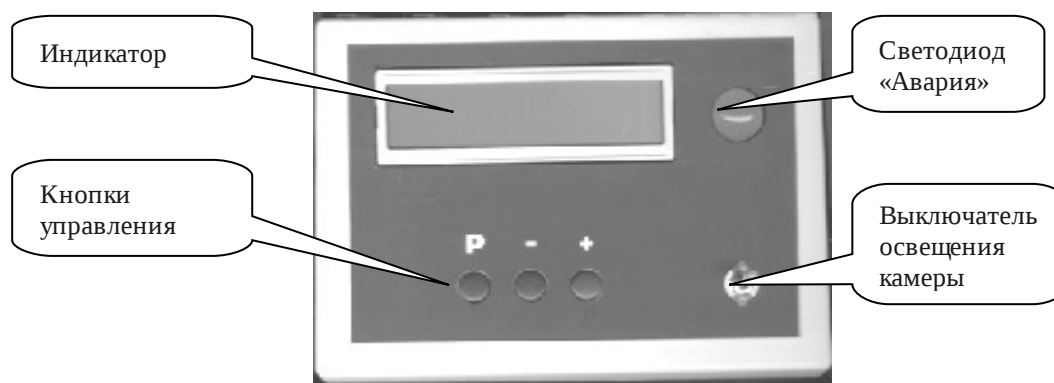
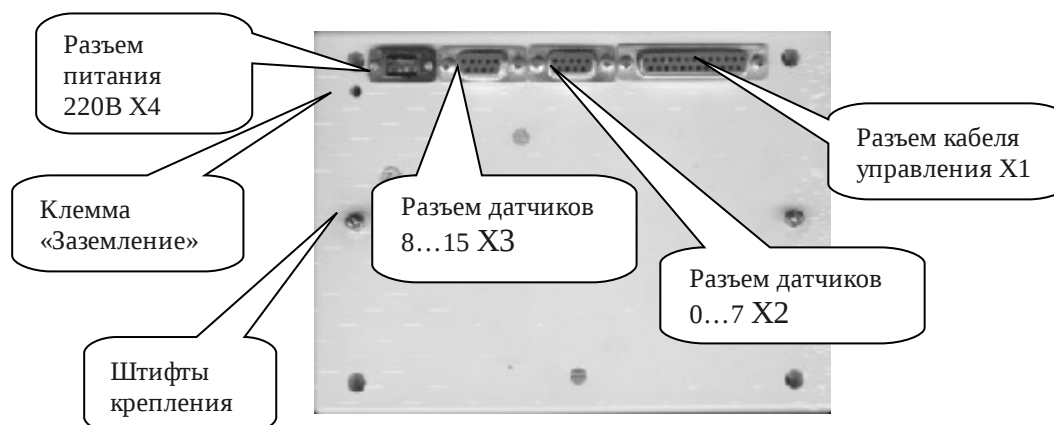

Рисунок 1. Лицевая сторона контроллера.
Рисунок 2. Тыльная сторона контроллера.
4.1.Контроллер (Рисунок 1) изготовлен в пластмассовом корпусе. На передней панели располагаются двух строчный, по 16-ть символов в строке, индикатор, 20-и миллиметровый светодиод «Авария», три кнопки управления: обозначенные буквой «Р» - режим, знаком «-» - минус и знаком «+» - плюс и выключатель освещения камеры. На задней стенке контроллера (Рисунок 2) расположены: разъем для подключения датчиков температуры X2, разъем для подключения датчика влажности X3, разъем для подключения кабеля управления X1, разъем подключения питания 220В X4 и клемма заземления. Контроллер монтируется на уголкового кронштейн установленный на камеру инкубатора над левой створкой двери.